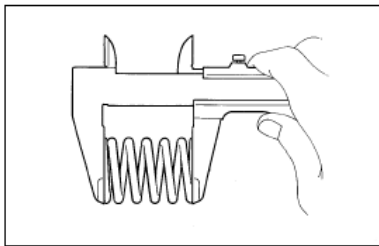

Рисунок II-158
1) При помощи штангенциркуля замерьте длину клапанной пружины в свободном состоянии. (см. Рисунок II-158)